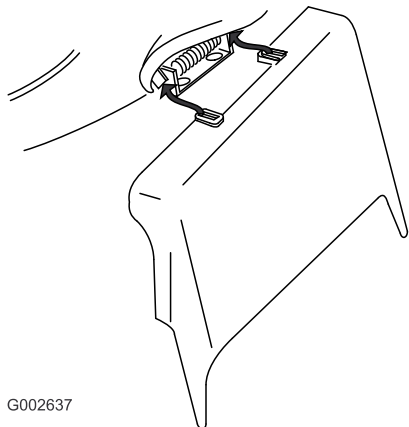

Figura 31
3. Montate il condotto di scarico laterale e chiudete lo sportello sul condotto (**Figura 31**).